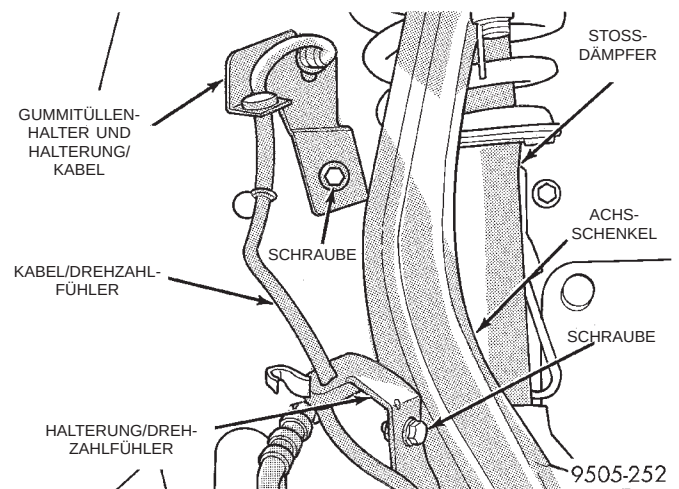

Abb. 29 Gummitüllenhalter des Drehzahlfühlerkabels
(11) Gummitüllenhalter des Drehzahlfühlerkabels vom rechten Innenkotflügel abbauen (Abb. 29).